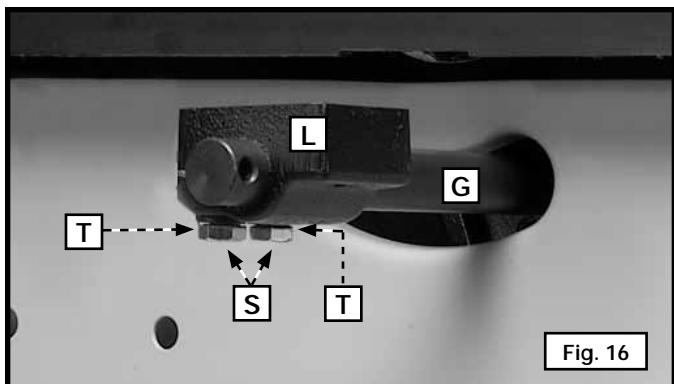

Fig. 16
- Fixer lâchement le support inférieur (L) fig. 16 à la tige (G) avec deux vis à tête hexagonale de 7,9 mm-18 x 12,7 mm (5/16 po-18 x 1/2 po) (S) et deux rondelles de blocage de 7,9 mm (5/16 po) (T) à partir du dessous du support (L).